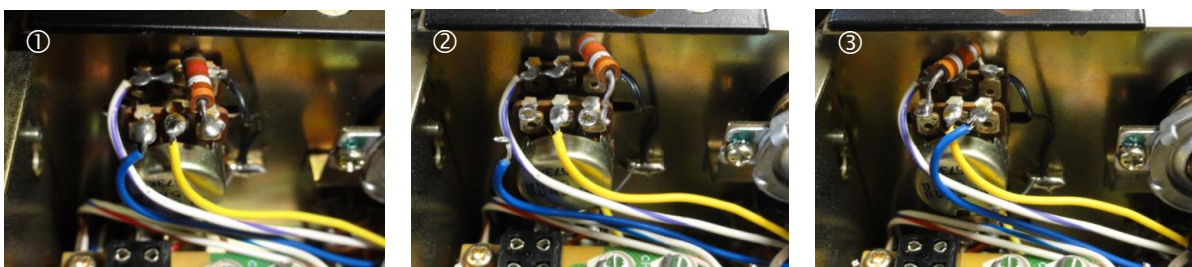

Abbildung 16
- Entlöten Sie vorsichtig den blauen Draht und den 3.9kΩ Widerstand am "CLAR"-Potentiometer (siehe Abbildung 16, ① bis ③) und löten Sie diese vertauscht wieder an.